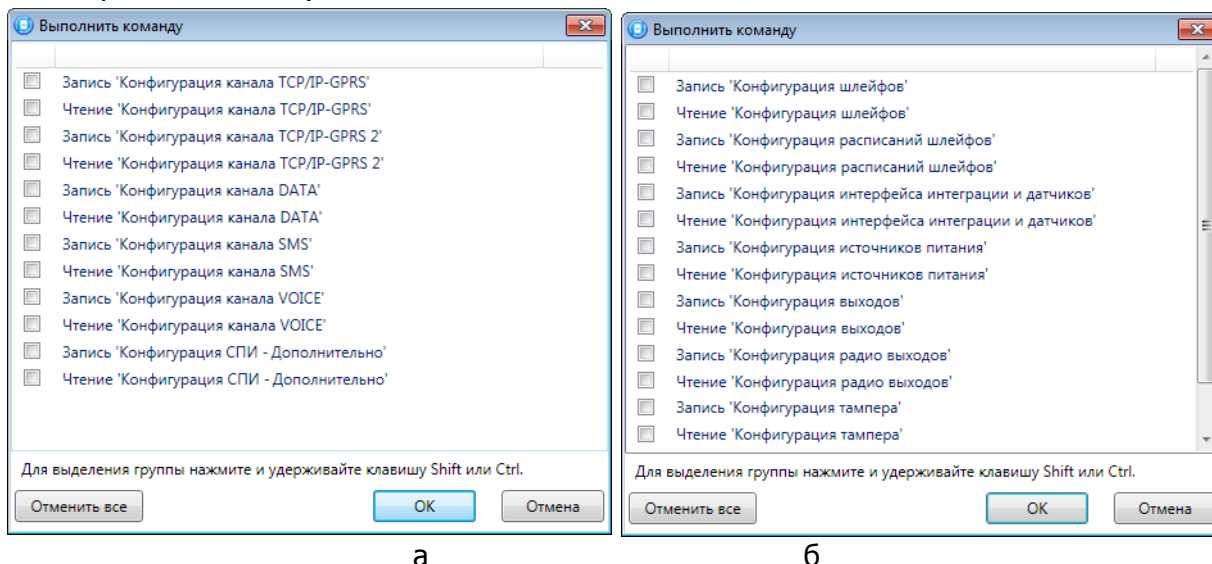

Рисунок 4.41 — Окно *Выполнить команду* (а — конфигурация ПОО, б — конфигурация ППК)
- **Выполнить команду:** открытие окна *Выполнить команду* (см. рисунок 4.41), с помощью которого могут быть записаны или считаны отдельные группы параметров (актуально при медленной скорости передачи данных или тарификации по объему передачи данных).